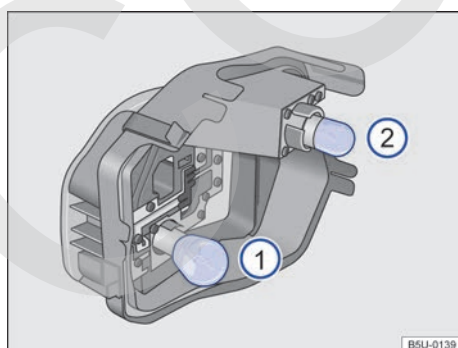

Fig. 183 En el soporte de las lámparas: ubicación de las lámparas.
10. Para remover las lámparas incandescentes quemadas ⇒ fig. 183 ① y ②, presionar la lámpara contra el soporte y girar, al mismo tiempo, en el sentido antihorario.
12. Para insertar las lámparas nuevas ① y ② en el soporte, presionar la lámpara y girar, al mismo tiempo, en el sentido horario, hasta el batiente.
La ubicación e identificación de las lámparas incandescentes ⇒ fig. 183 están relacionadas a continuación: